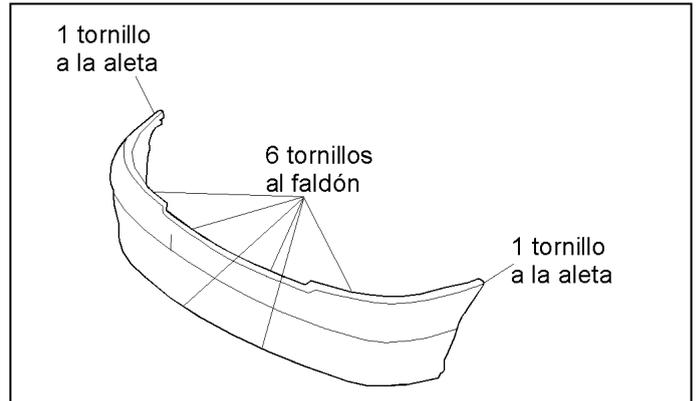

Figura 46.- Unión del paragolpes trasero
En la figura 46, se muestra la unión del paragolpes trasero con el resto de la carrocería.
- Paragolpes trasero (figura 46).